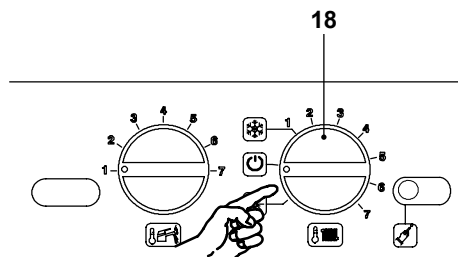

Figura 8.14
- Per uscire dalla programmazione posizionare il selettore di funzione 18 in "U" (Figura 8.14), oppure togliere alimentazione elettrica alla caldaia.